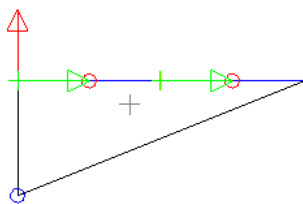

图 7.5.39 添加标记
Step4. 设置分析参数。在“分析串连”对话框（一）的**重叠的图案**区域中选中 ☒ **显示** 复选框和 ☐ **完整显示** 单选项; 在**反向**区域中选中 ☒ **显示** 复选框; 在**短小的图案**区域中选中 ☒ **显示** 复选框; 选中 ☒ **在每条串连的起点显示箭头** 复选框和 ☒ **在有问题的区域创建图形** 复选框。单击 按钮完成参数的设置, 系统在绘图区添加图 7.5.39 所示的标记, 同时弹出图 7.5.40 所示的“串连分析”对话框（二）。